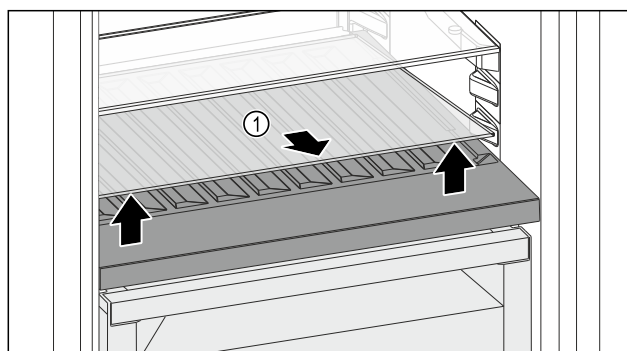

Fig. 86
- ▶ 抬起前部槽上的玻璃隔板 Fig. 86 (1) 并取出。
- ▶ 将玻璃隔板 Fig. 86 (1) 稳妥地放在冰箱外。